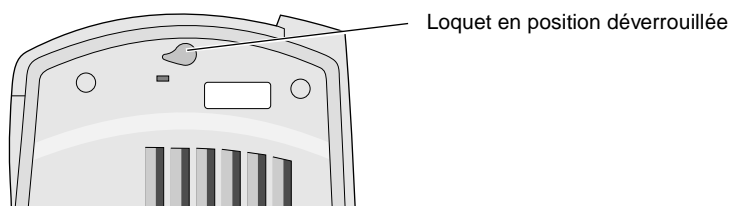

Figure 2-3 Rotation du loquet jusqu'à la position ouverte
3. Tournez le loquet dans le sens des aiguilles d'une montre pour passer en mode déverrouillé, comme indiqué à la Figure 2-3. Dans ce mode, la courbe du loquet est orientée vers la gauche.